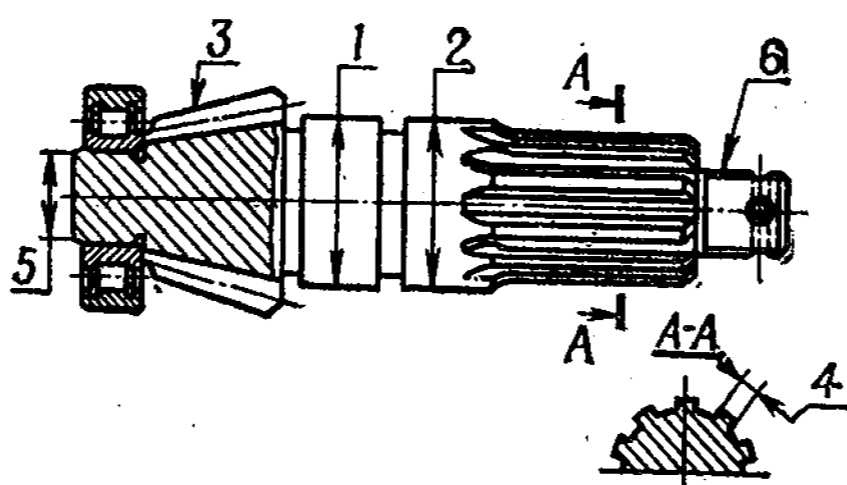

Рис. 134. Ведущая шестерня главной передачи
10. Ведущая шестерня главной передачи (рис. 134)